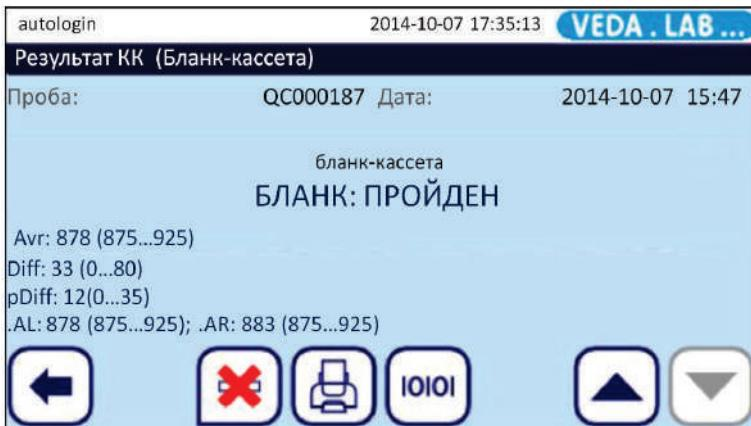

Рис. 37: Меню Результаты КК (QC Result).
В меню **База данных КК (QC Database)** коснитесь кнопки **Просмотр** 5 на Рис. 35). Появится окно меню **Результат КК (QC result)** (см. Рис. 37), отображающее список всех данных в выбранной записи результата КК.
- Коснитесь кнопки **Просмотр** (5 на Рис. 35), а затем в появившемся окне меню **Результат КК (QC result)** коснитесь кнопки (Удалить) см. Рис. 37.